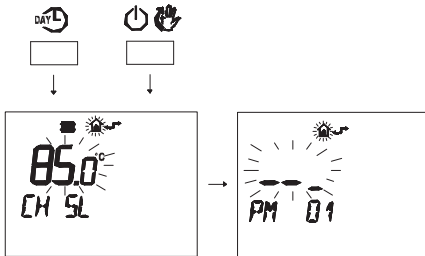

Figura 5.49
- Pulse simultáneamente los botones y para entrar en la modalidad de programación transparente (Figura 5.49).